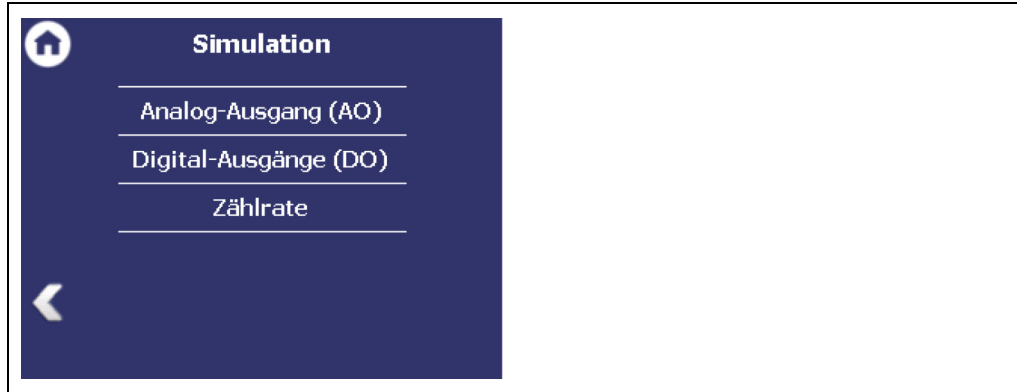

Abb. 97 Menü Simulation
1. Aktivieren Sie das Auswahlkästchen (Abb. 97, Pos. 1).
2. Klicken Sie auf das Eingabefeld (Abb. 97, Pos. 2), um einen Schaltpunkt einzugeben.
1. Aktivieren Sie das Auswahlkästchen (Abb. 97, Pos. 3).
2. Klicken Sie auf das Eingabefeld (Abb. 97, Pos. 4), um einen Schaltpunkt einzugeben.